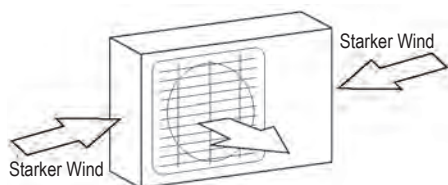

Abb. 5.1
- Wenn der Installationsort starken Winden ausgesetzt ist (z.B. in der Nähe einer Küste), muss das Gerät an der Wand installiert werden, damit es vor dem Wind geschützt ist. Wenn nötig, verwenden Sie ein Sonnendach. (Siehe Abb. 5.1 und 5.2)